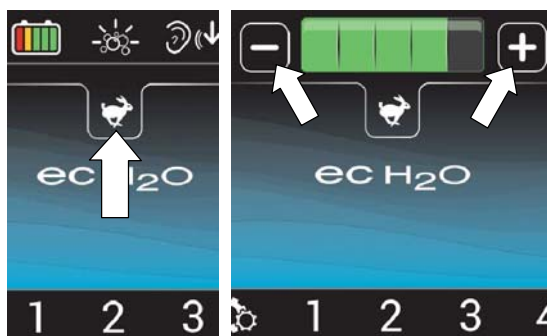

РИС. 51
5.  Модели с приводом: чтобы отобразить шкалу максимальной скорости очистки, нажмите на значок максимальной скорости очистки (Рисунок 51). Чтобы увеличить максимальную скорость очистки, нажмите на символ (+). Чтобы уменьшить максимальную скорость очистки, нажмите на символ (-). Доступно только в режиме администратора.